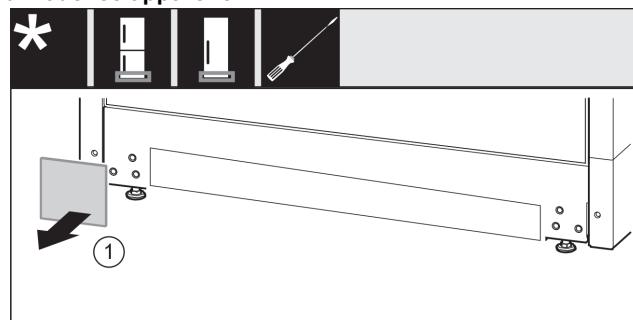

Fig. 12
- Retirer le cache. Fig. 12 (1)